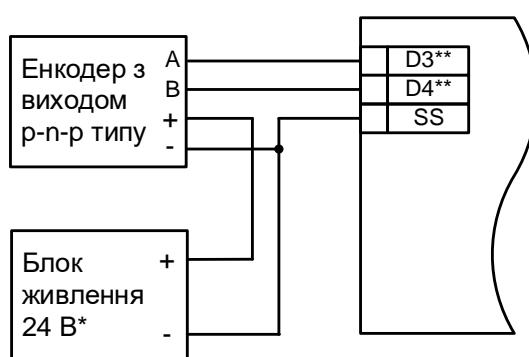

Рисунок 5.9 – Схема підключення енкодерів р-п-р типу
- AB енкодер типу p-n-p (див. рисунок 5.9);